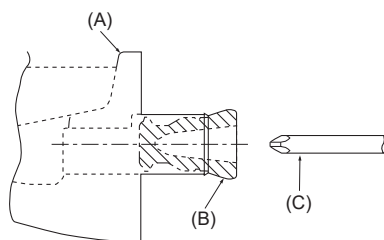

Fig. 5-1
- För dränering på vänster sida, kom ihåg att sätta i gummipluggen i den högra dräneringsöppningen. (Fig. 5-1)
- (A) Dräneringstråg
- (B) Gummiplugg
- (C) Sätt i bitset etc. djupt i pluggen.